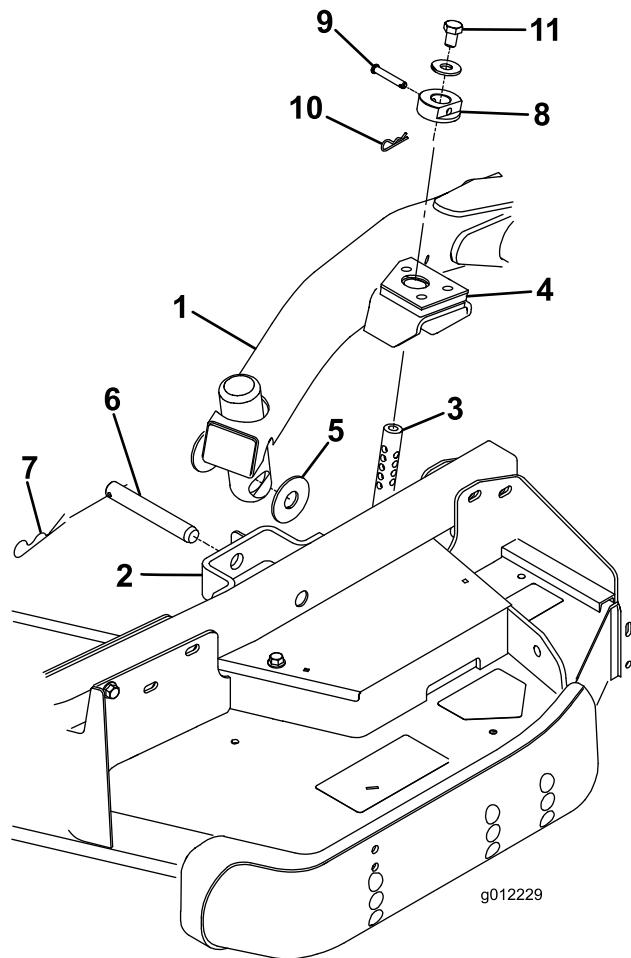

Figura 4
2. Desloque a alavanca de elevação para a posição Suspensa. Empurre um braço de elevação para baixo até que os furos no braço fiquem alinhados com os furos do suporte do braço da roda giratória e a haste de altura de corte possa ser inserida nas pastilhas do braço de elevação (Figura 4).
3. Prenda o braço de elevação ao braço da roda giratória com 2 anilhas de encosto, um passador de forquilha e um pino de gancho. Posicione as anilhas de encosto entre o braço de elevação e o suporte do braço da roda giratória (Figura 4). Insira a extremidade do gancho na ranhura da patilha do braço da roda giratória para fixar o contrapino.
7. Instale o anel da altura de corte nas varetas da altura de corte e prenda os passadores de forquilha e pernos do gancho (Figura 4). Coloque a cabeça do passador de forquilha na direcção da parte da frente da plataforma, se possível.
8. Instale um parafuso (1/2 x 3/4 pol.) e uma anilha na parte superior de cada vareta da altura de corte (Figura 4).